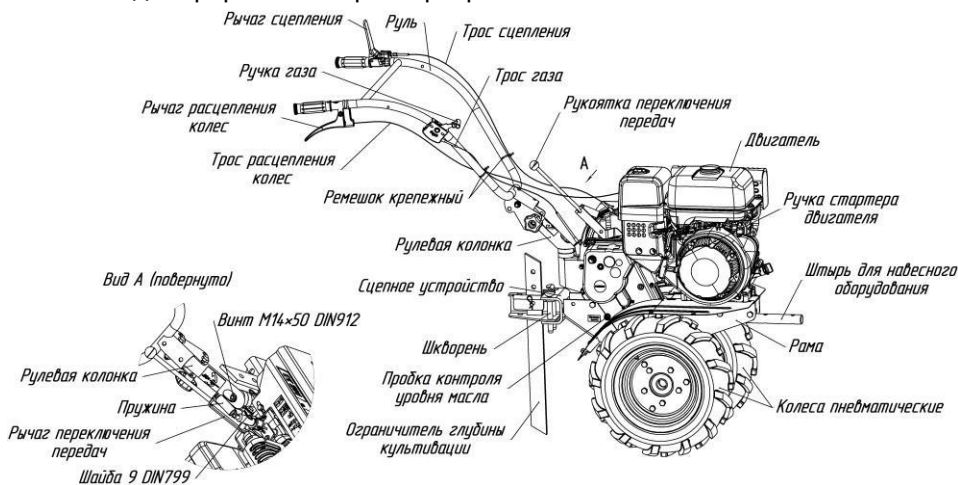

Рис.1. Общий вид мотоблока (вид справа)
МБ23(рис.1, 2, 3, 4) – это одноосный универсальный силовой агрегат, предназначенный для работы как с устройствами, входящими в штатную комплектацию, так и с различными сменными орудиями, и состоящий из:
**Рукоятка переключения передач** (рис.1, 5, 12) расположена на редукторе и выведена в сторону оператора.
**Ручка газа** (рис.1, 2, 3, 6) – расположена на правой рукоятке руля, предназначена для управления положением дроссельной заслонки двигателя и его остановки.
**Рычаг сцепления** (рис.1, 2, 3, 7) – расположена на левой рукоятке руля, предназначена для включения/выключения сцепления.
**Рычаг расцепления колес** (рис.1, 2, 3, 8) – расположен на правой рукоятке руля, предназначен для отключения привода левого колеса.
- остановить мотоблок, отпустив рычаг сцепления (рис.1, 2);
- нажать на рычаг расцепления колес (рис.1, 2);